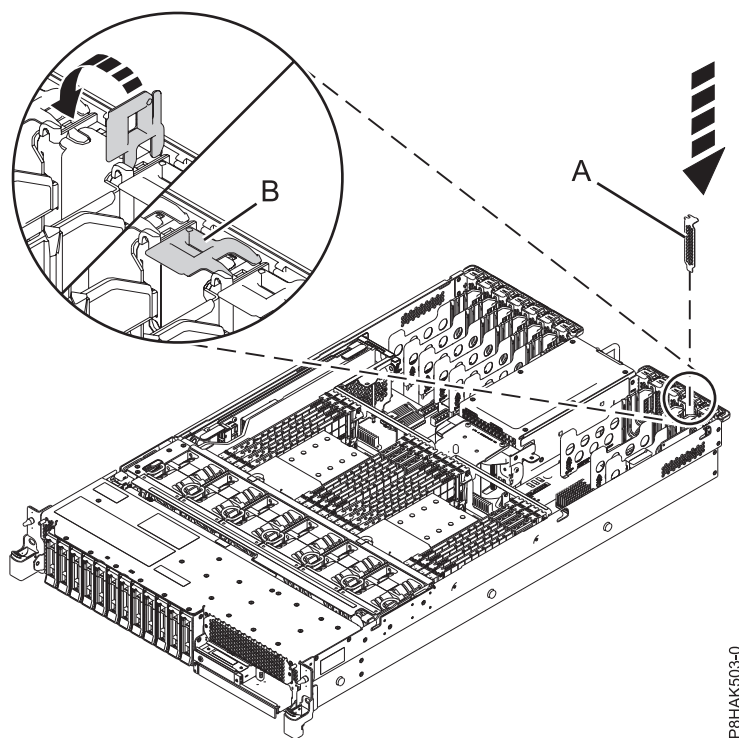

図 16. 5148-21L、5148-22L、 8247-21L、8247-22L、8284-21A、または 8284-22A システムの PCIe アダプター・スロットへのフィルターの取り付け
- a. フィラー・テール・ストックを注意して持ち、フィラーをシステム・バックプレーンにあるスロットとそのコネクタに位置合わせします (32 ページの図 16を参照)。